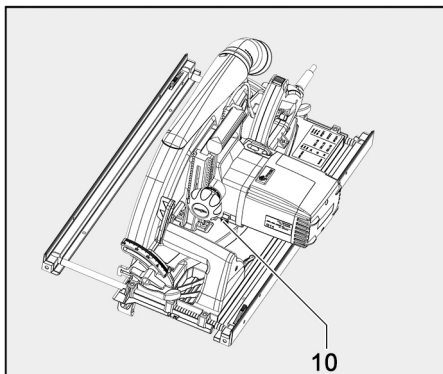

Fig. 38: Bloquear la hoja de sierra
12. Accionar y mantener pulsado el perno de bloqueo (ver Fig. 38: Bloquear la hoja de sierra).